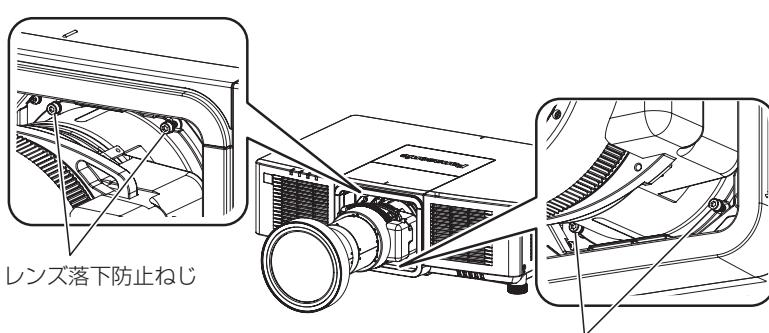

図7
- ズームレンズ（品番：ET-EMU100）を取り付ける場合は、投写レンズの周囲にあるねじ穴（4か所）に、ズームレンズ（品番：ET-EMU100）に付属の六角ボールポイントドライバーで固定してください。（図7）